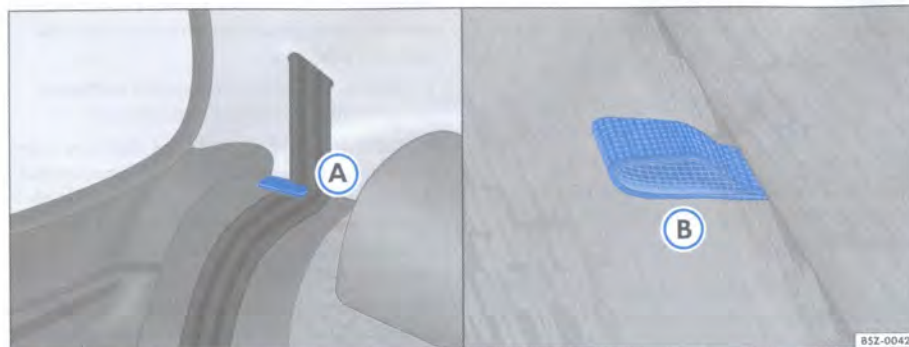

Fig. 89 Acoplamiento del cinturón para el abatimiento del asiento / uno de los tiradores para desbloqueo del respaldo
- Posicione la cinta de los cinturones de seguridad en sus respectivos alojamientos ⇒ fig. 89 (A).
- Tire del tirador localizado entre el asiento y el respaldo trasero, lado izquierdo, ⇒ página 104, fig. 89 para desbloquear la fijación del respaldo del asiento izquierdo ⇒ ⚠ y, al mismo tiempo, tire del respaldo sobre el asiento.
- Tire del tirador localizado entre el asiento y el respaldo trasero, lado derecho, ⇒ página 104, fig. 89 para desbloquear la fijación del respaldo del asiento derecho ⇒ ⚠ y, al mismo tiempo, tire del respaldo sobre el asiento.